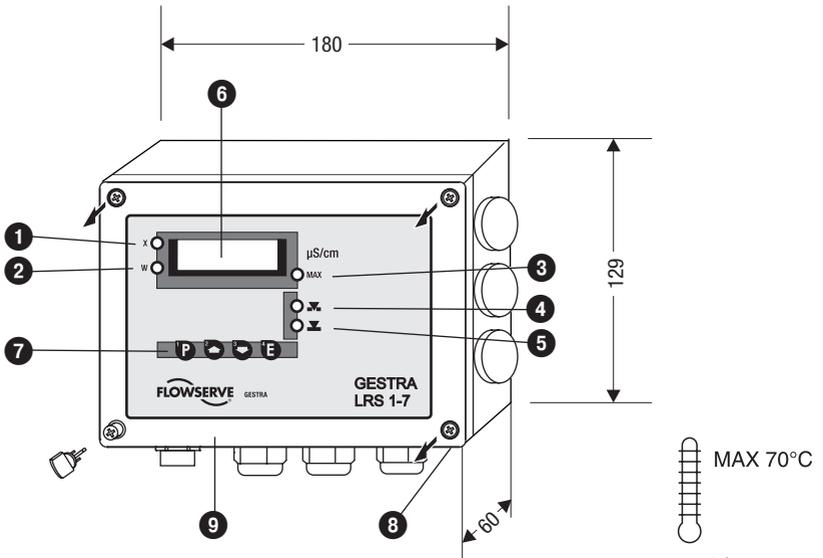

Fig. 2
1. Deckelschrauben **8** lösen und den Gehäusedeckel **9** abnehmen. (**Fig. 2, 3**)